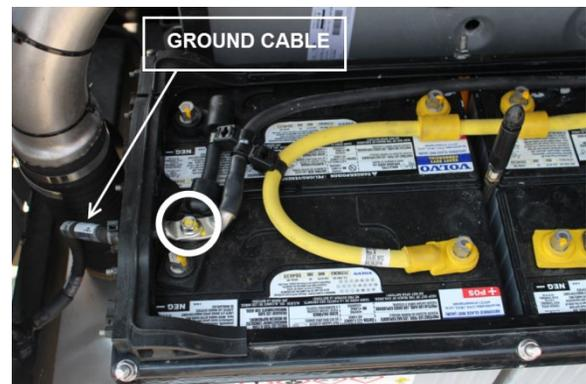

FIGURA 43: DESCONECTE EL CABLE DE TIERRA PRIMERO
2. Desconecte primero el cable de tierra (FIGURA 43).